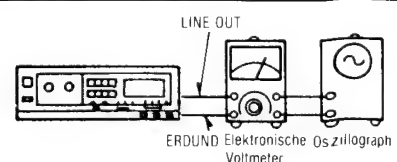

Fig. 2
1. Den Meßaufbau zeigt Fig. 2.